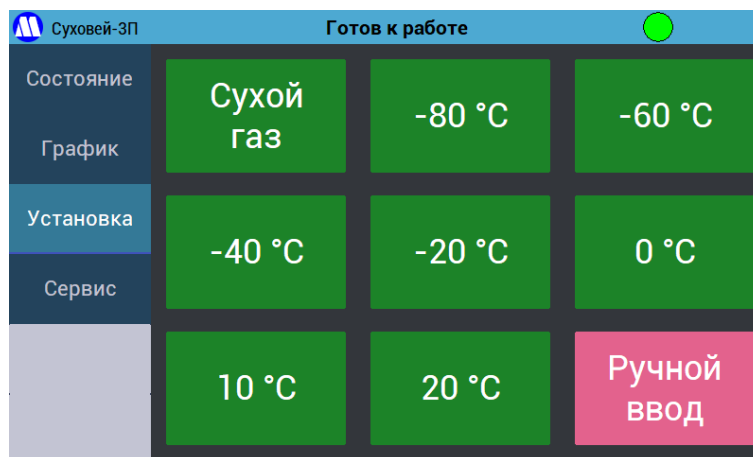

Рисунок 13 – Экран «Установка».
7.2.7. На экране «Установка» (Рисунок 13) имеются 9 кнопок.